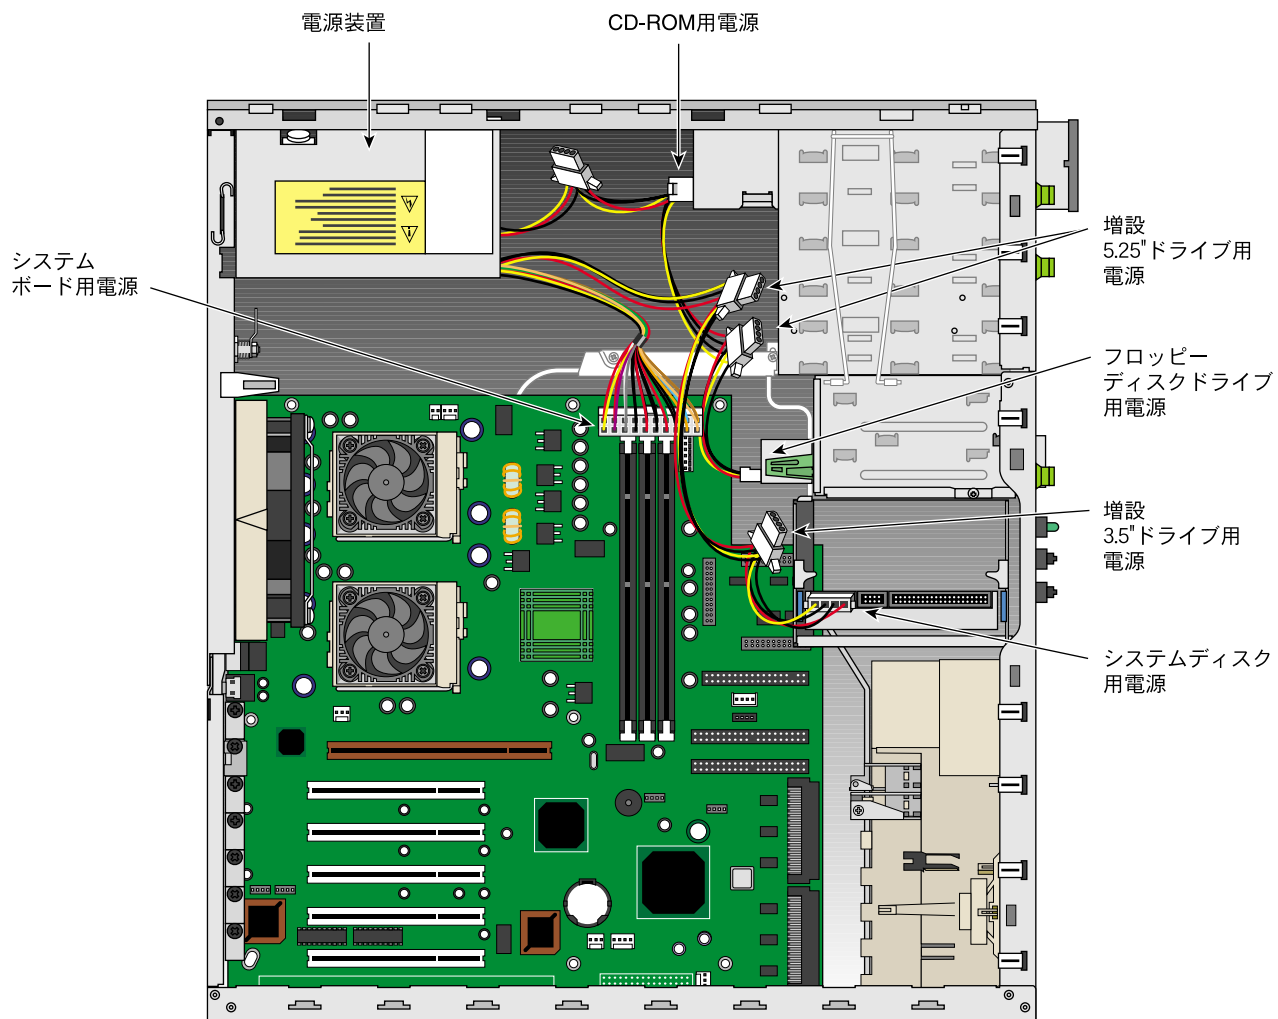

図 2-11 電源ケーブルの接続
3. すべての電源ケーブルをシステムボード、3.5インチのドライブおよび5.25インチドライブから抜きます。ケーブル接続の位置については、31ページの図2-11を参照してください。
12. 電源ケーブルを、システムボード、ハードディスクドライブ、CD-ROM ドライブ、フロッピーディスクドライブに接続します。電源ケーブルを接続する位置については、図2-11を参照してください。